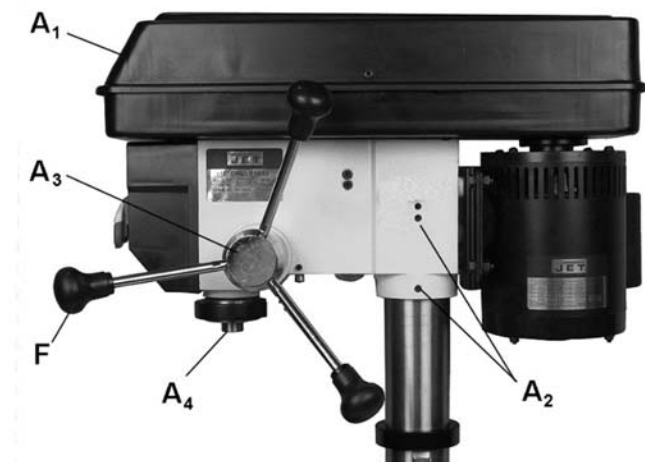

Рис. 7
1. Воспользовавшись помощью, осторожно наденьте *сверлильную бабку* на *колонну* (Рис. 7).
3. Плотно затяните два *установочных винта* (A₂, Рис. 7) с помощью 5 мм гаечного ключа.
См. Рис. 7 и 8:
Установите оставшуюся *рукоятку* (F, Рис. 7) на регулятор частоты вращения с противоположной стороны сверлильной бабки.
1. Отрегулируйте положение стола так, чтобы он располагался примерно на 180 мм ниже шпинделя (A₄, Рис. 7) и зафиксируйте его.